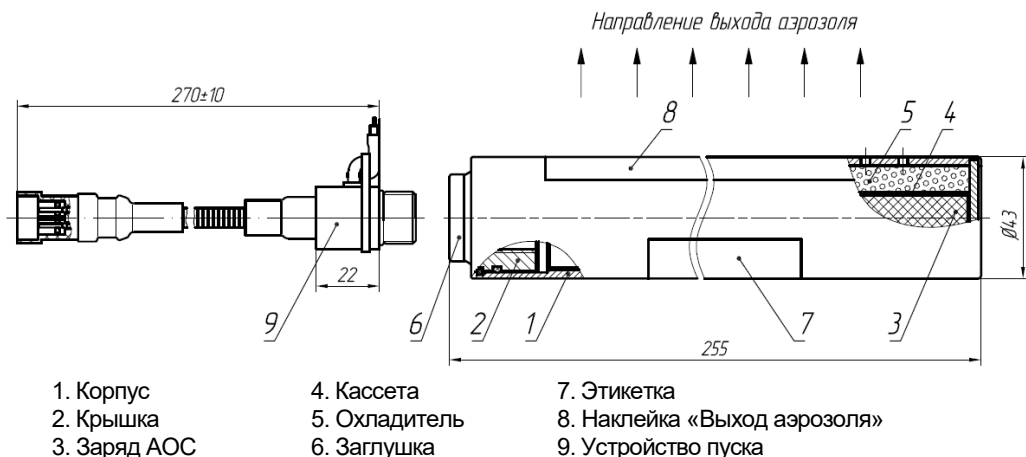

Рис.1. Генератор огнетушащего аэрозоля.
3.1. В комплект поставки ГОА (рис.1) входит:
5.1. Устройство генератора (рис.1).